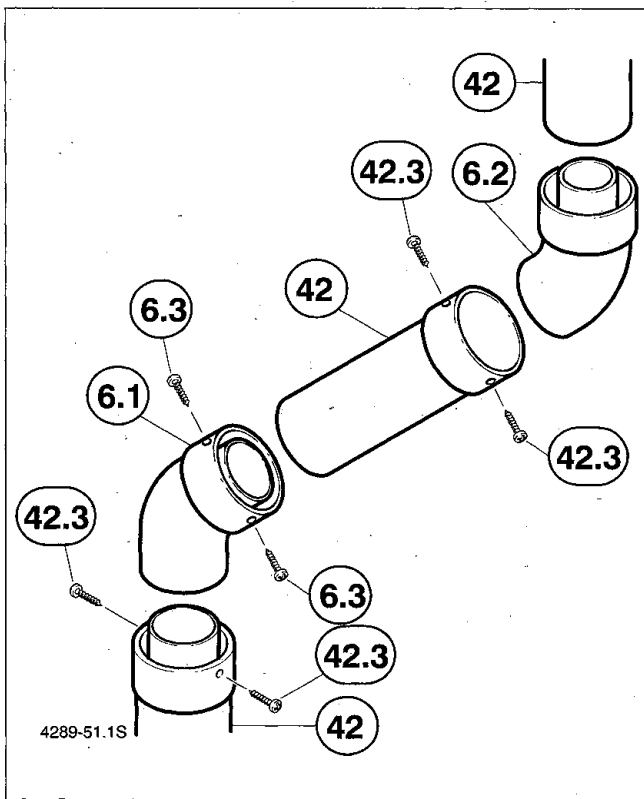

Bild 7
- Die Doppelrohrverlängerung (42) auf das entsprechende Maß ablängen. Beachten Sie die Montagehinweise in der Installationsanleitung für die Doppelrohrverlängerung (42).
- Versatzbogen (6.1, 6.2) und die entsprechende Doppelrohrverlängerung (42) entsprechend Bild 7 einbauen und verschrauben.